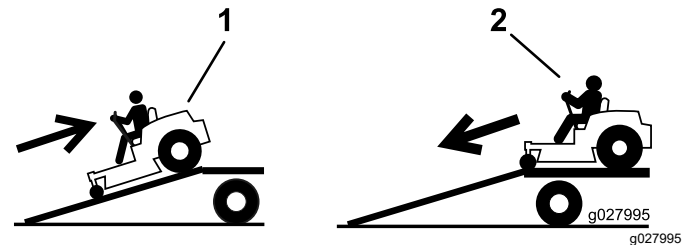

Figura 33
2. Desça a rampa em marcha para a frente (Figura 33).